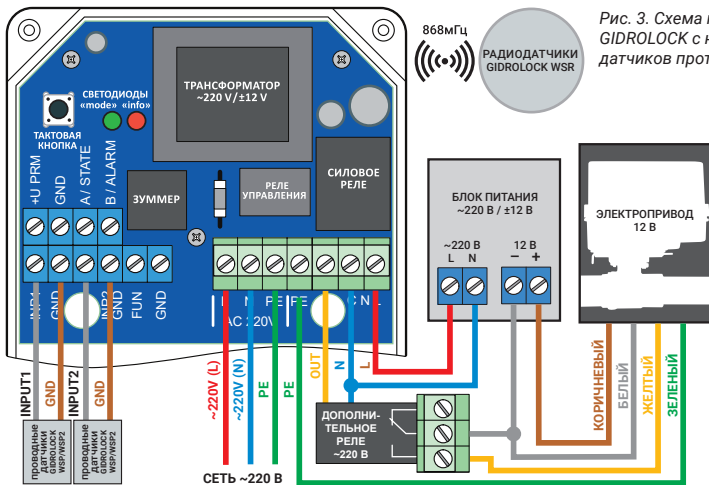

Рис. 3. Схема подключения шарового электропривода GIDROLOCK с напряжением питания 12 В и проводных датчиков протечки воды GIDROLOCK WSP или WSP2.
5.2 Проводные датчики протечки воды WSP подключаются к клеммам: **INP1** и **GND** – первая зона контроля, **INP2** и **GND** – вторая зона контроля (рис. 3 и 4).
5.4 Схема подключения электропривода GIDROLOCK напряжением питания 12 В приведена на рис. 3. В этом случае необходимо использовать внешний блок питания (адаптер) ~220 В / ±12 В и дополнительное реле 220 В.